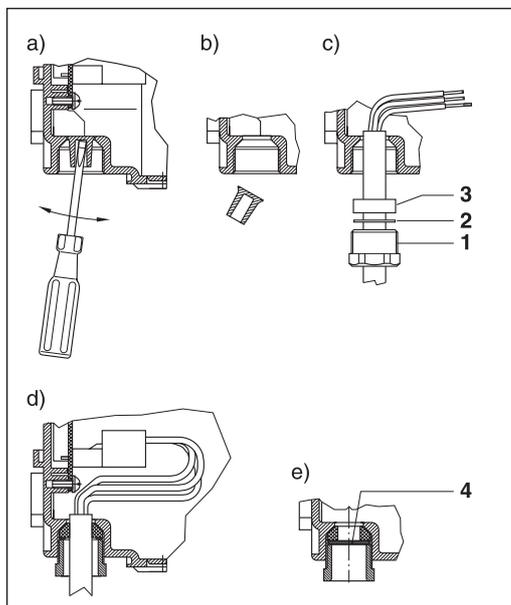

Fig. 2 : Rangée arrière
- Rangée arrière (fig. 2) : tournevis DIN 5262-B, taille 1 (Ø 4,5 mm)